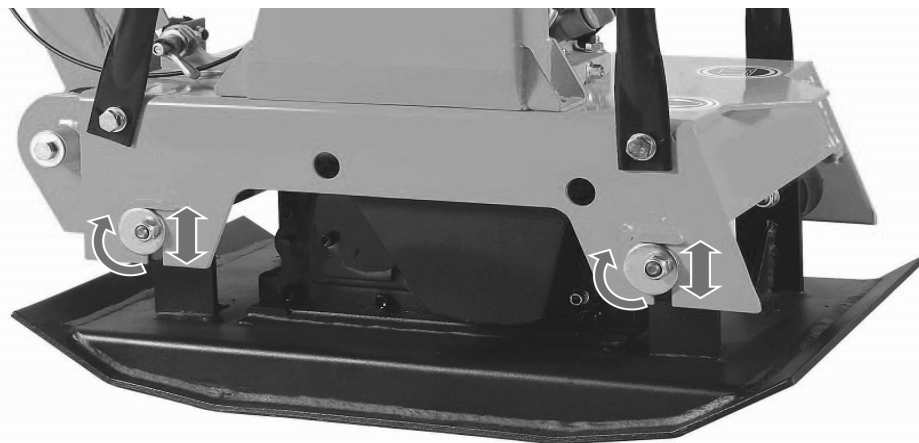

Рис. 26
- Поднимите или опустите раму до нужного натяжения приводного ремня (Рис. 26).